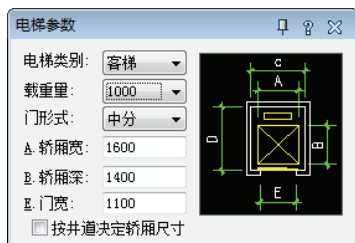

图 15-37 “电梯参数”对话框
5) 绘制电梯。调用“电梯”命令, 在弹出的“电梯参数”对话框中设置参数, 如图 15-37 所示。